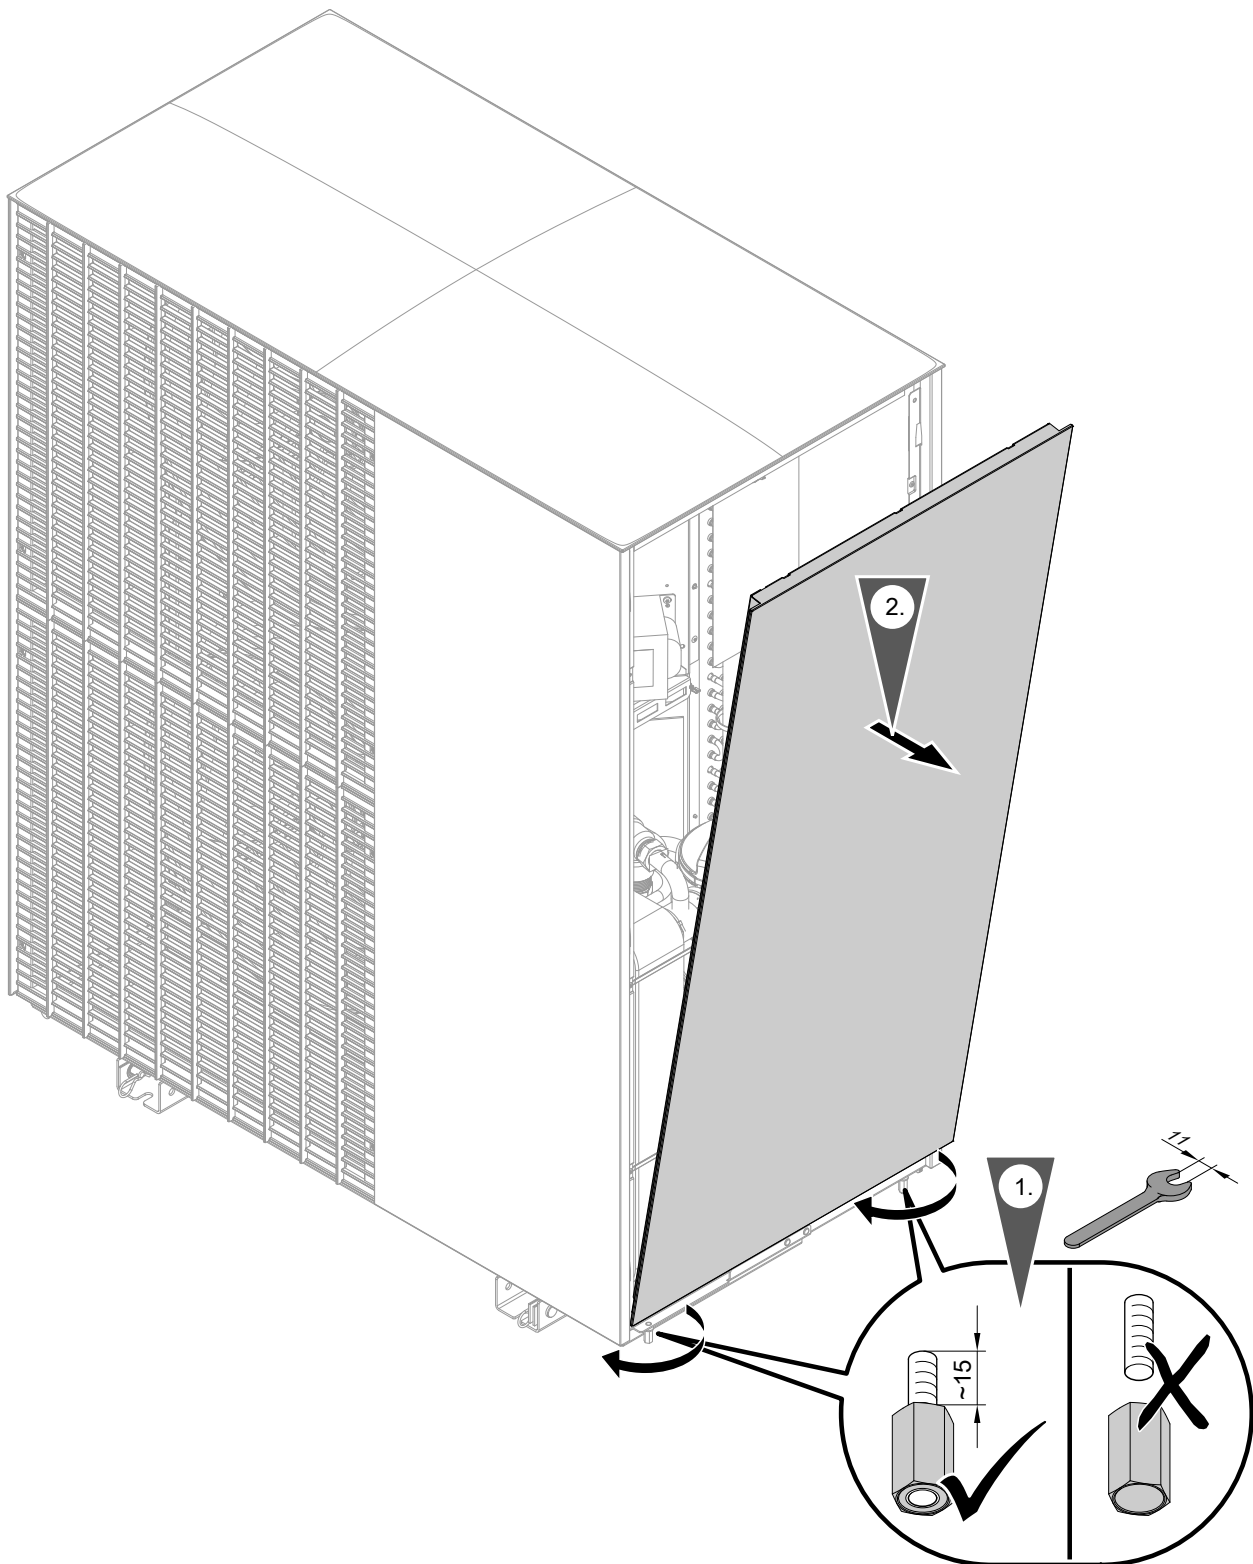

Abb. 96
1. Seitenverkleidung rechts abbauen: Siehe Abb. 96.
3. Seitenverkleidung rechts abbauen: Siehe Abb. 96.